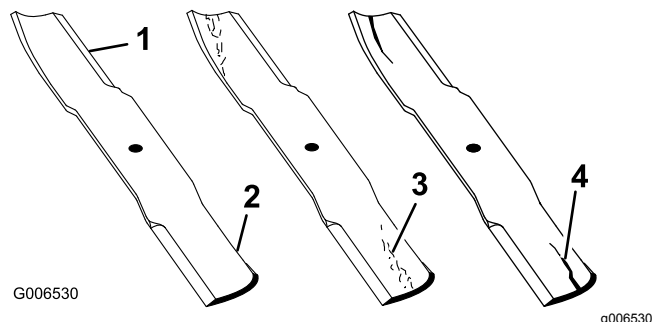

Рисунок 52
1. Осмотрите режущие кромки (Рисунок 52). Если кромки затупились, или на них имеются зазубрины, снимите и заточите ножи. См. «Заточка ножей».
2. Проверьте ножи, особенно изогнутую часть (Рисунок 52). При обнаружении каких-либо трещин, износа или образования бороздки в этой части (Рисунок 52) немедленно замените нож.